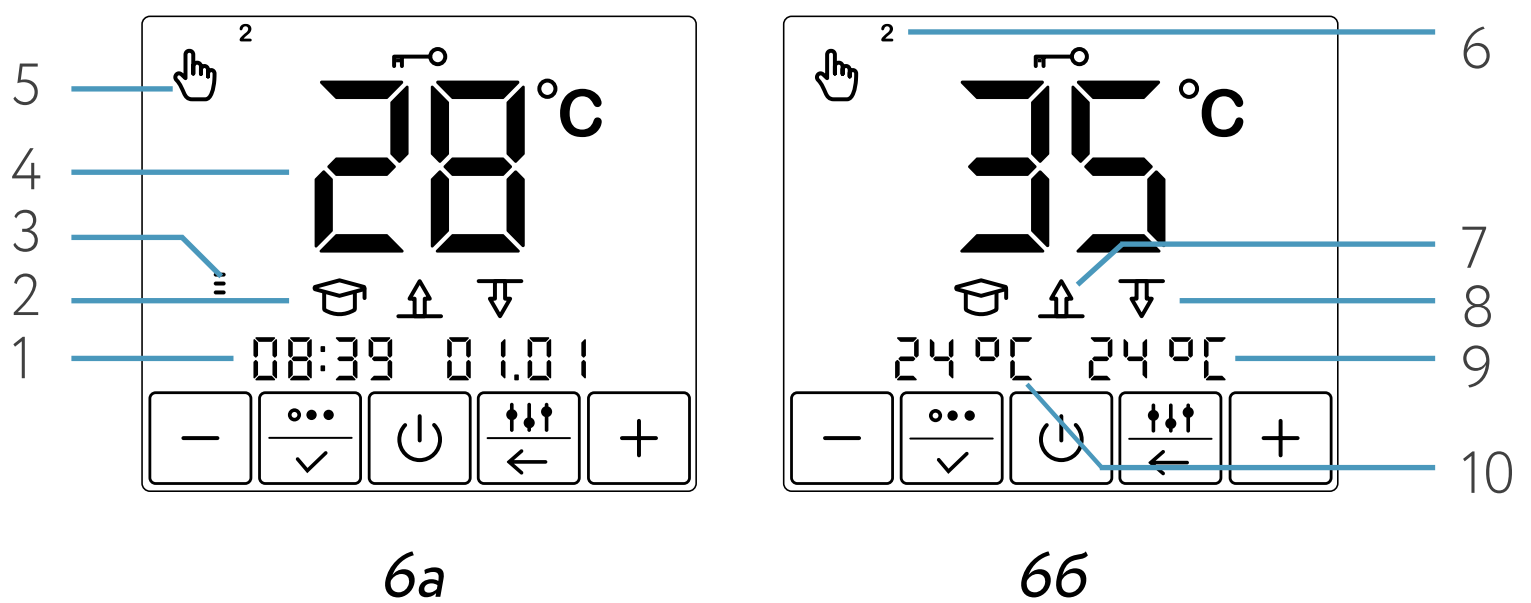

Рис. 6. Основное окно индикации прибора
- индикация текущего времени (рис. 6а)
- индикация текущей температуры поверхности пола и воздуха (рис. 6б). Переключение между режимами индикации происходит автоматически каждые 3 сек.